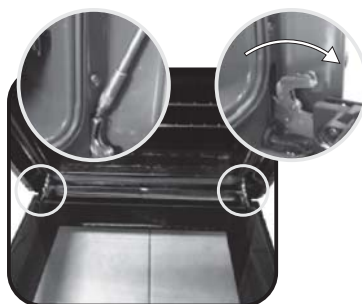

Figura 2
- Prima di iniziare l'operazione di pulizia, bloccare le cerniere come mostrato nella Figura 2. Sbloccare le cerniere una volta terminata l'operazione.
(Figura 2)